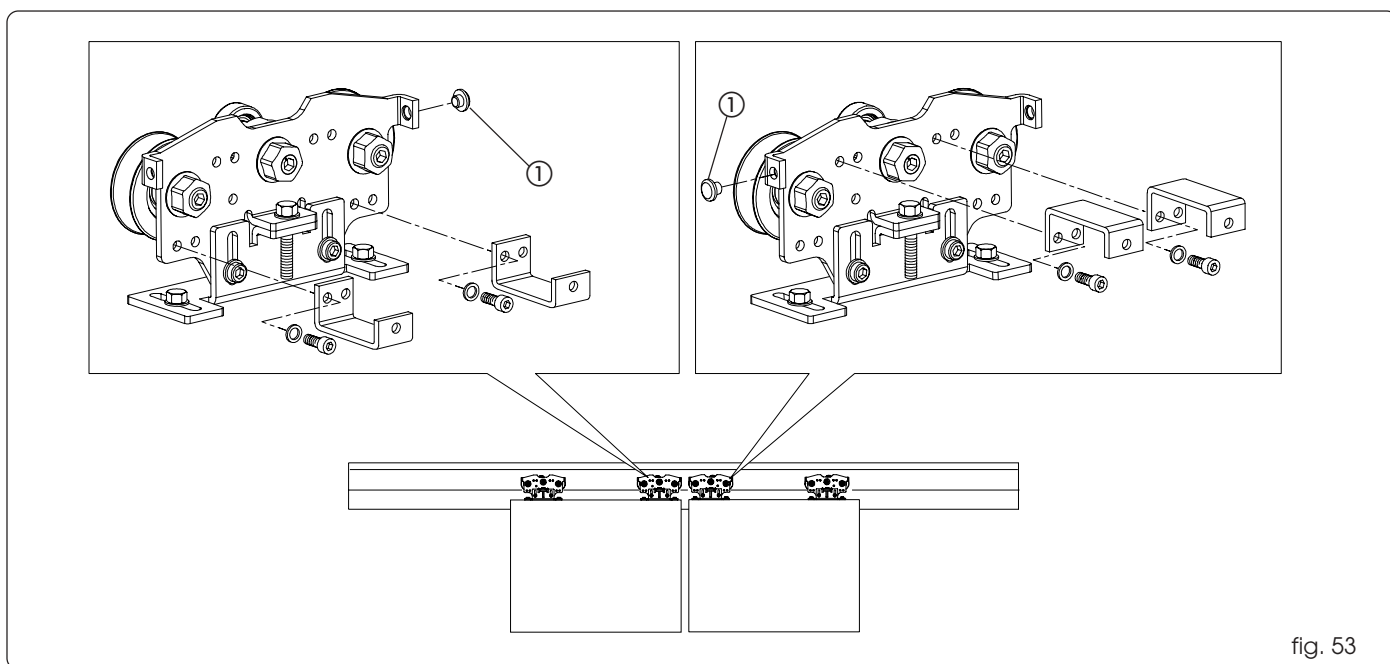

fig. 53
Montare due piastre di bloccaggio sui carrelli più interni come indicato in fig. 53.
Montare i gommini di battuta (fig. 53 rif. ①).